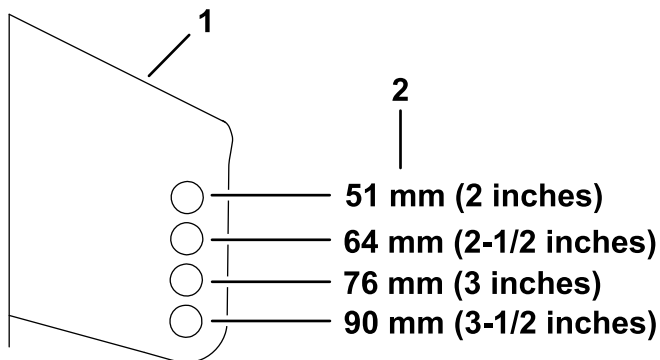

Figure 28
5. Placez les galets dans l'une des positions indiquées à la Figure 28.